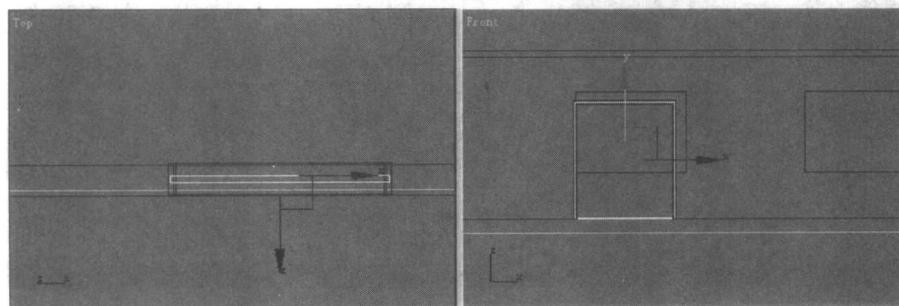

图 1-13 “门”造型
**4** 单击三维物体创建命令面板中的 按钮，在前视图中创建一个 Length(长度)为 2000、Width(宽度)为 1700、Height(高度)为 50 的方体，作为“门”造型，其形态和位置如图 1-13 所示。